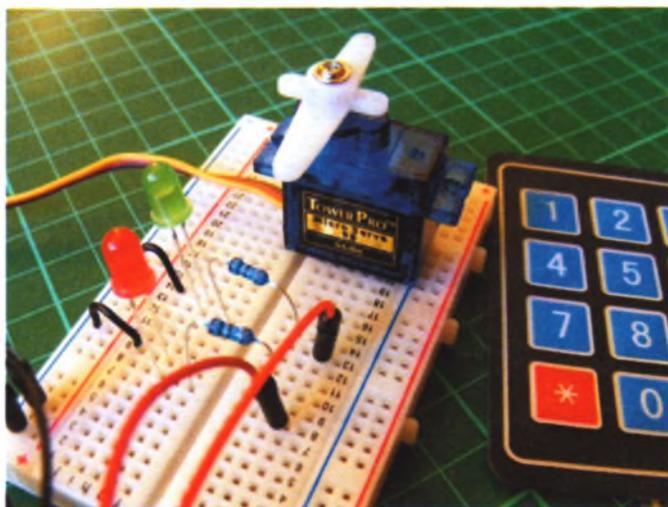

РИСУНОК 22.3
- Теперь подключите сервопривод (см. рис. 22.3). Подключите коричневый провод к шине заземления, красный — к шине питания 5 В, а желтый (белый) провод непосредственно к контакту 13 платы Arduino.